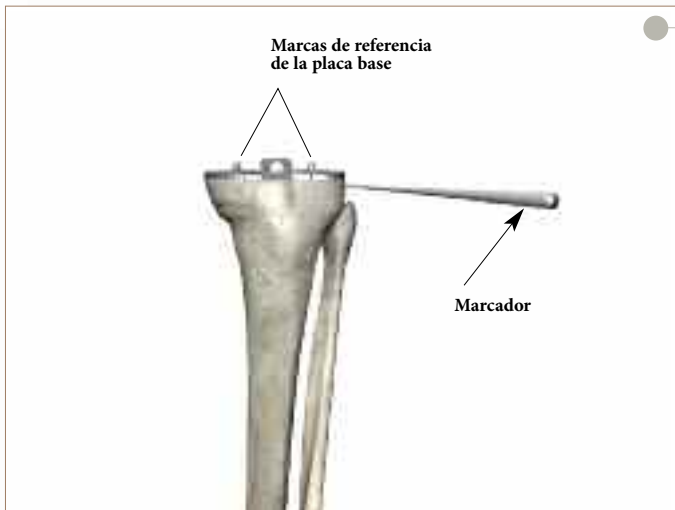

Figura 64
- Una vez alcanzadas la alineación y la orientación satisfactorias del componente tibial, marque la corteza tibial anterior sobre las marcas de referencia situadas en el borde anterior de la base de prueba (**Figura 64**).